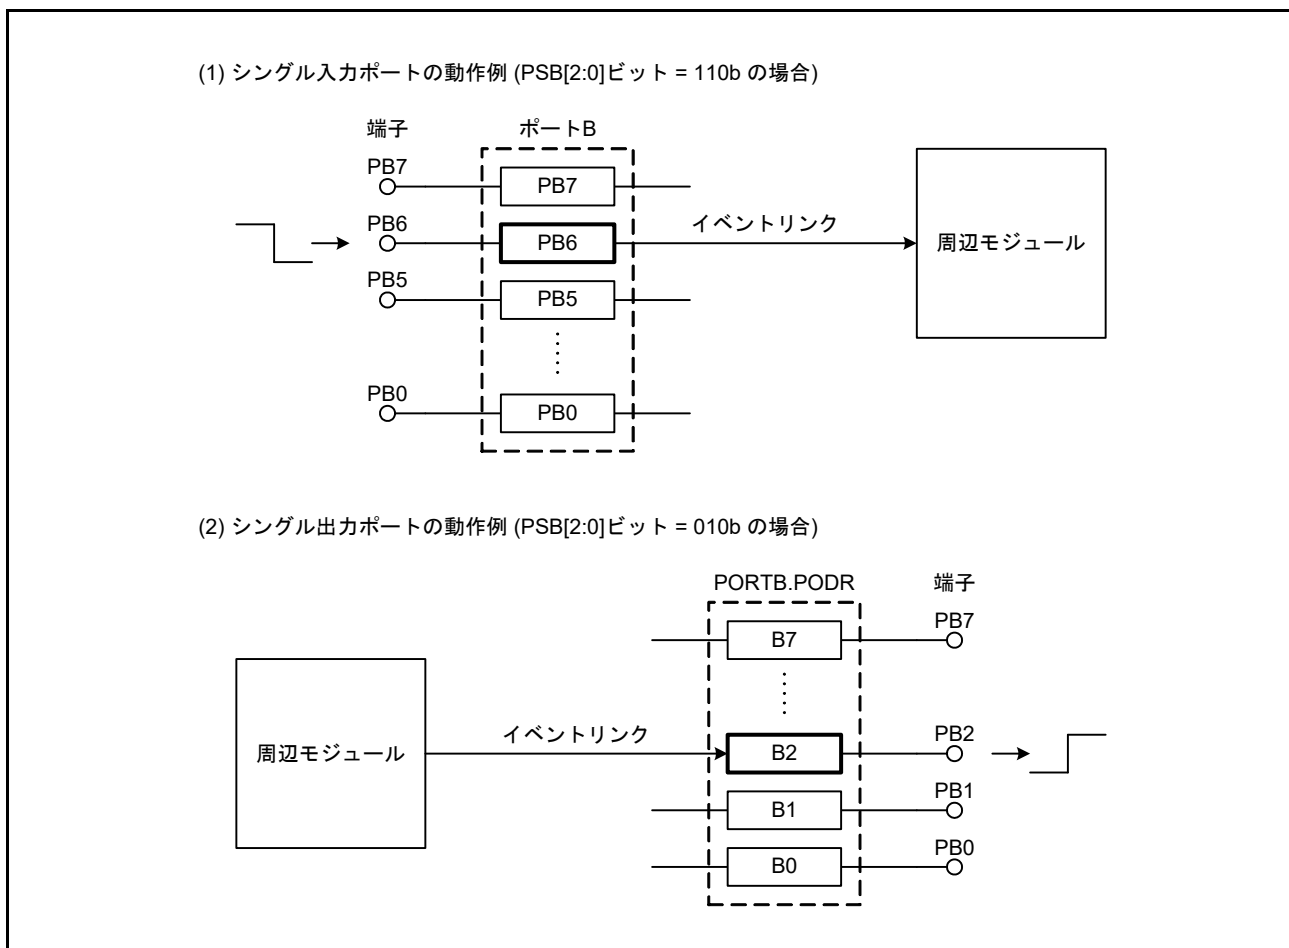

図 17.3 シングルポートのイベントリンク動作 (ポート B の場合)
(2) シングル入力ポートでのイベント発生
入力に設定されているシングルポートは、対応する端子への入力信号が変化するとイベント信号を出力します。イベント発生条件は、PELm.PSM[1:0]ビット (m=0, 1) で設定します。図 17.3 (1) にシングルポートのイベントリンク動作を示します。
(3) シングル出力ポートへのイベント信号入力
出力に設定されているシングルポートにイベント信号が入力されると、対応する端子のレベル (PODRレジスタの値) が PELm.PSM[1:0] ビットで指定したとおりに変化します。図 17.3 (2) にシングルポートのイベントリンク動作を示します。